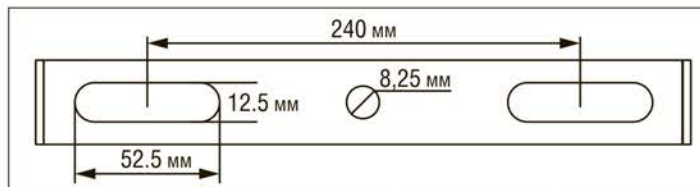

Рис. 1
1. Прожектор устанавливают на поверхности при помощи кронштейна с тремя отверстиями, Рис. 1.